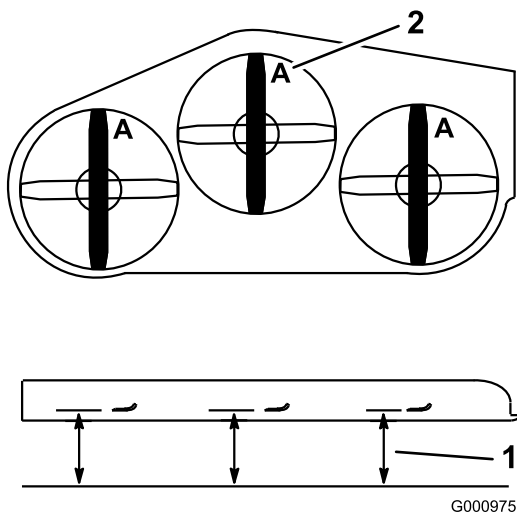

Figura 74
3. Con la máquina ubicada en una superficie nivelada, coloque una cuchilla en posición longitudinal. Mida en la posición A desde una superficie nivelada hasta el filo de corte de los extremos de la cuchilla (Figura 74).